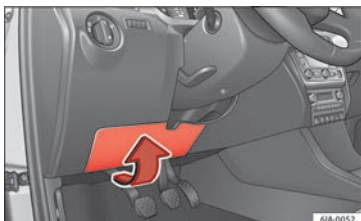

Fig. 54 No painel de instrumentos do lado do condutor: tampa da caixa de fusíveis.
- Incline com cuidado a cobertura na direção da seta e remova-a » » **Fig. 54.**